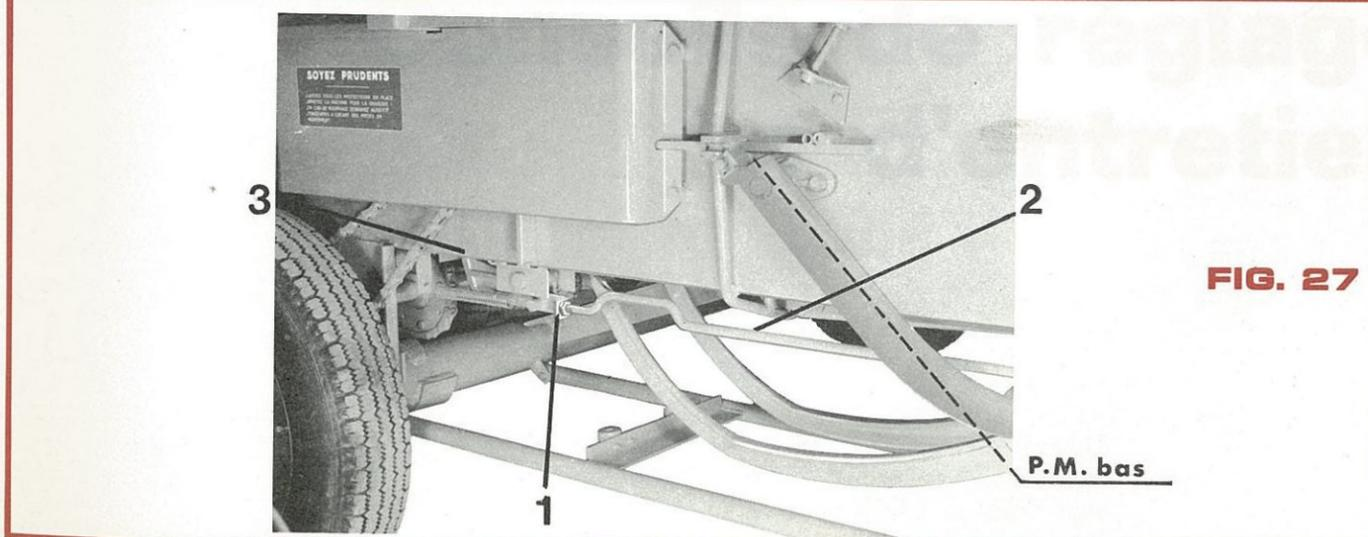

FIG. 27
- Protection des aiguilles par verrou dans le canal de compression (1 fig. 27).
verrou de protection des aiguilles (fig. 27)